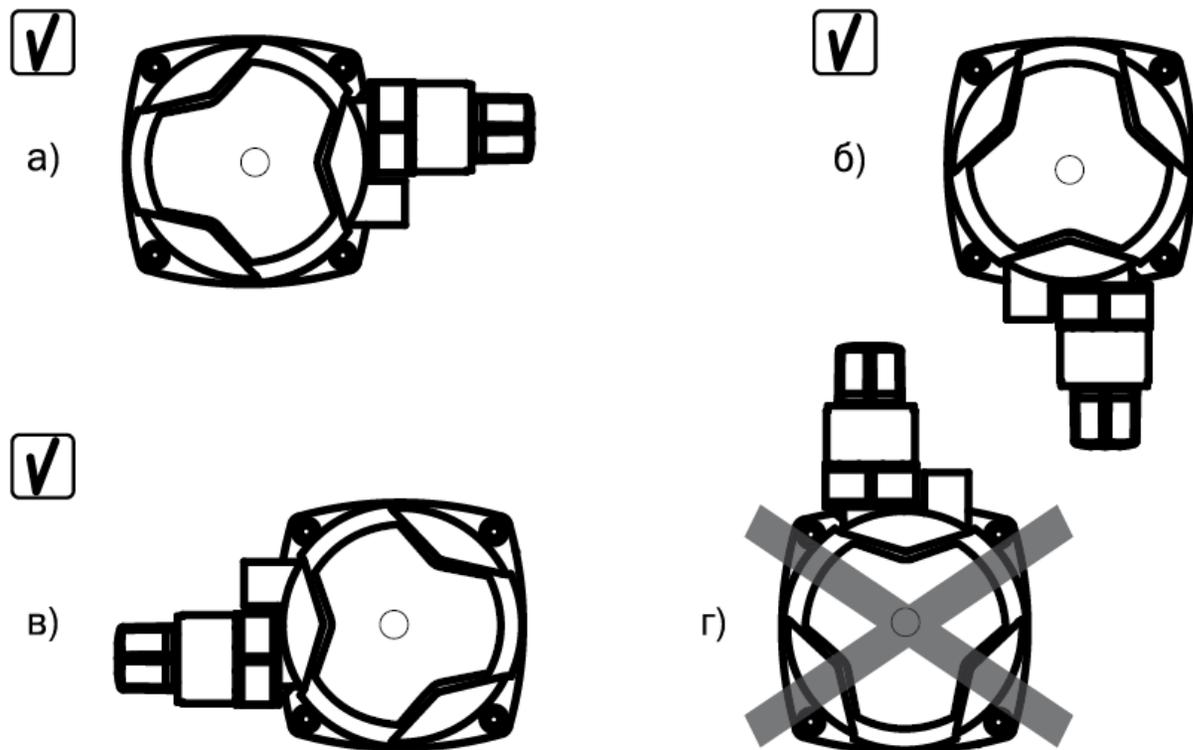

Рис.5 Правильное расположение насоса.
- До монтажа насоса в систему необходимо удостовериться, что положение блока управления насоса после его установки будет правильным. Правильное расположение - штекерный разъем снизу, справа или слева. см. Рис.5 (а, б, в).
Возможна ситуация, когда при расположении насоса в соответствии с направлением движения теплоносителя в системе отопления, положение блока управления окажется неправильным, см. Рис.5 (г). В такой ситуации необходимо развернуть статор насоса вместе с блоком управления, чтобы он оказался в правильном положении.